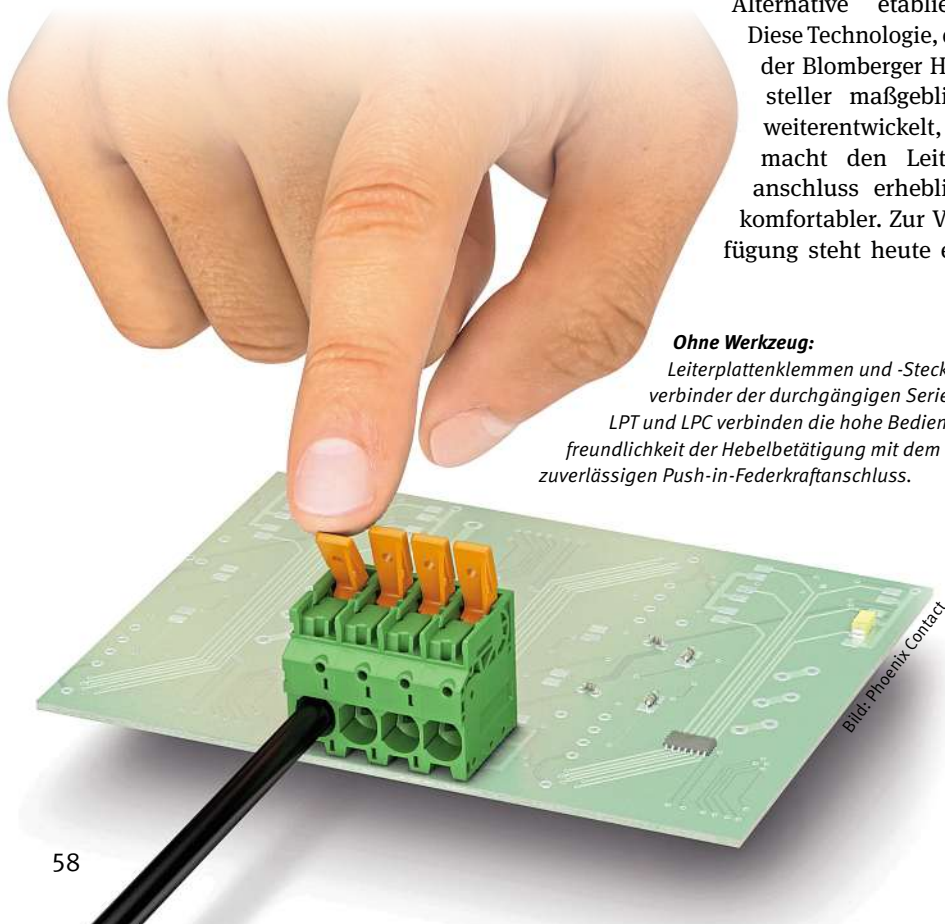

Bild 1:
Bei der Auswahl der geeigneten Schnittstelle stehen Hersteller solcher Baugruppen unterschiedlichen Anforderungen gegenüber. Dabei gelangen auch Aspekte wie Normenkonformität der Zielmärkte sowie Anwenderfreundlichkeit zunehmend in den Fokus. Hier zeigen die Leiterplattenklemmen und -Steckverbinder der Baureihen LPT(A) und LPC(H) ihre Stärken (Bild 1).